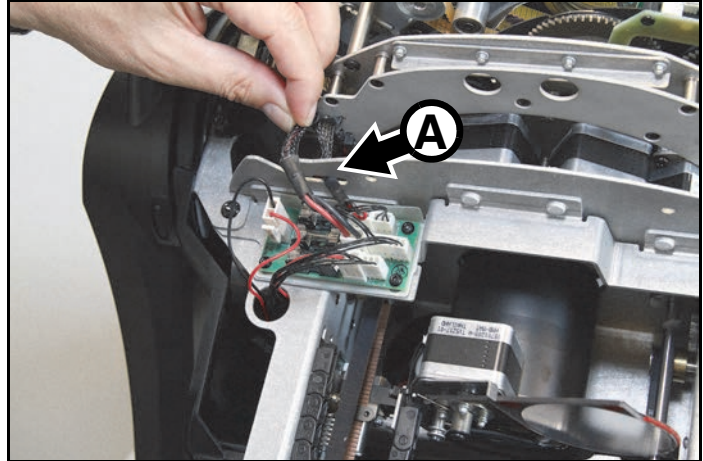

Bild 10: Kabelbaum des Multimoduls
2. Siehe Bild 10. Lösen Sie die Kabelbäume des Multimoduls an der Stelle **A** im Zoom- /Fokus-Modul.